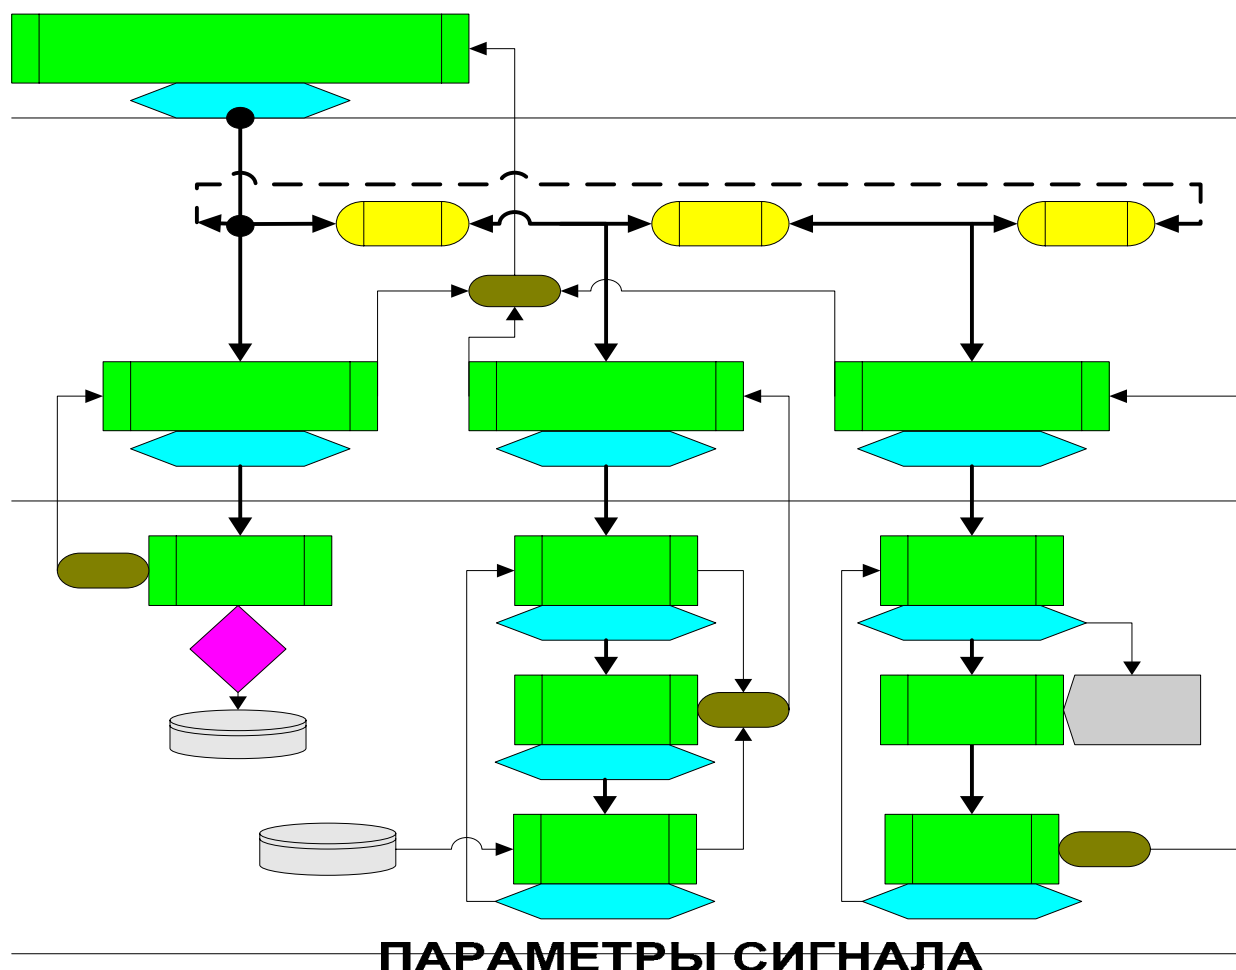

Рис. 3.2. Структурная схема раздела «ПАРАМЕТРЫ СИГНАЛА» системного меню ПУ
2.2.2.4. Раздел **«ПАРАМЕТРЫ СИГНАЛА»** при нажатии клавиши «ENTER» переходит в 3 подраздела (4-й уровень системного меню): **«Уровень»**, **«Амплитуда»**, **«Частота»**. Переход между подразделами осуществляется с помощью клавиш «→» или «←». Переход на более высокий уровень осуществляется с помощью клавиши «ESC». На рис. 3.2. представлена структурная схема раздела **«ПАРАМЕТРЫ СИГНАЛА»**.
Для измерения резонансной частоты в системном меню (основного уровня) предусмотрен раздел **«ПАРАМЕТРЫ СИГНАЛА»**, в который входят 3 подраздела (рис. 3.2.). Процесс измерения начинается с подраздела **«Амплитуда»**, в котором измеряется амплитуда шума в КТ5 при текущем (штатном) состоянии СЗ (в отсутствии воздействий). Затем в подразделе **«Уровень»** выставляется порог дискриминации значимого сигнала (помехи), превышающий амплитуду шума. И, наконец, в подразделе **«Частота»** определяется искомая резонансная частота СЗ.
2.2.4.3. В разделе системного меню **«ПАРАМЕТРЫ СИГНАЛА»** (рис. 3.2.) нажать клавишу «ENTER» и войти в подраздел **«Уровень»**, перейти (с помощью клавиши «→») в подраздел **«Амплитуда»**.